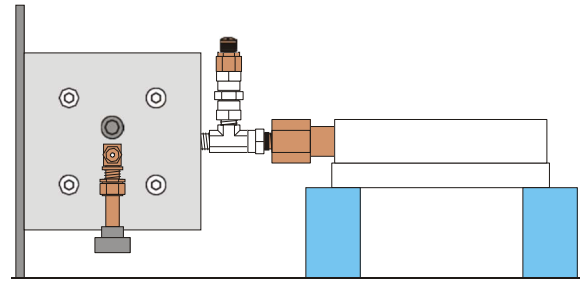

Fig. 6 : Stockage de l'appareil pour le remplissage de l'huile
- Poser l'appareil sur le poste de travail, avec le cadran de manomètre positionné vers le bas. Ce faisant, il est conseillé de poser le manomètre sur un support d'environ 6 cm d'épaisseur (cf. Fig. 6).